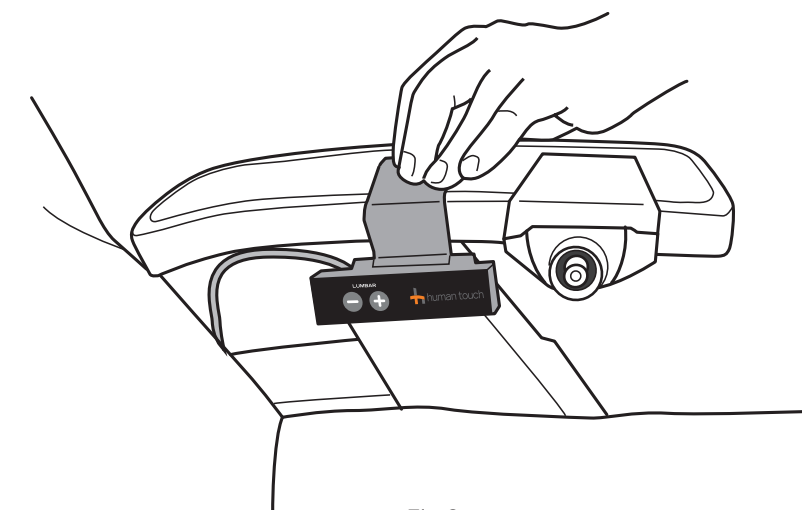

Fig.3
5. Placez le panneau de commande sur l'accoudoir, au-dessus du bras du fauteuil, comme illustré (Fig.3).